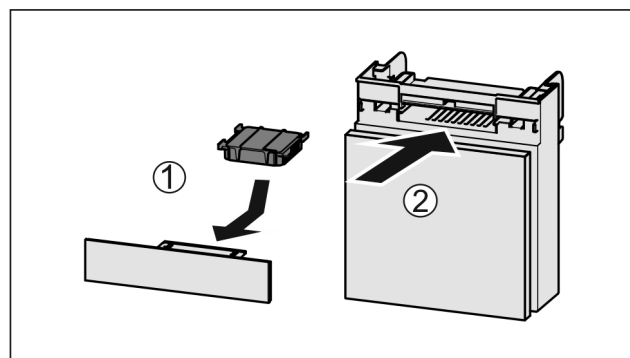

Fig. 58
- ▶ Поставете Fig. 58 (1) филтъра с активен въглен, както е показано на фигурата.
- ▶ Вкарайте Fig. 58 (2) отделението.